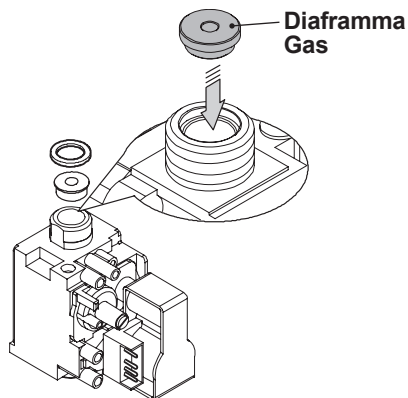

Figura 8.2
- Eseguire la trasformazione del tipo di gas sostituendo correttamente il diaframma gas (Figura 8.2), facendo riferimento alla sezione "Dati tecnici" pag. 24 (modello **KONDENS^X N 25 B**) e pag. 27 (modello **KONDENS^X N 35 B**).